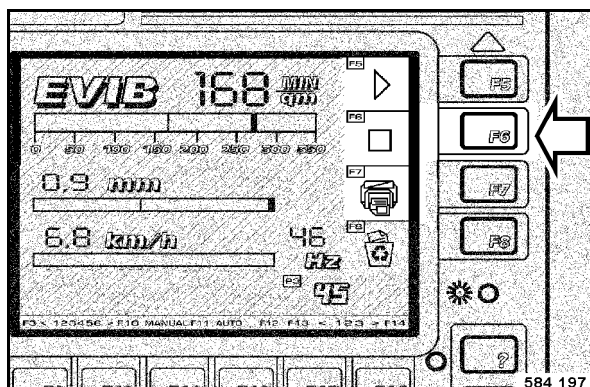

Fig. 100
- Effectuer les passes de compactage en marches avant et arrière jusqu'à ce que, après la pression sur la touche F6 "Stop", la zone de contrôle verte, à gauche à côté de F5 (Fig. 100), s'éteigne et que la zone de contrôle rouge F6, située en-dessous, s'allume.